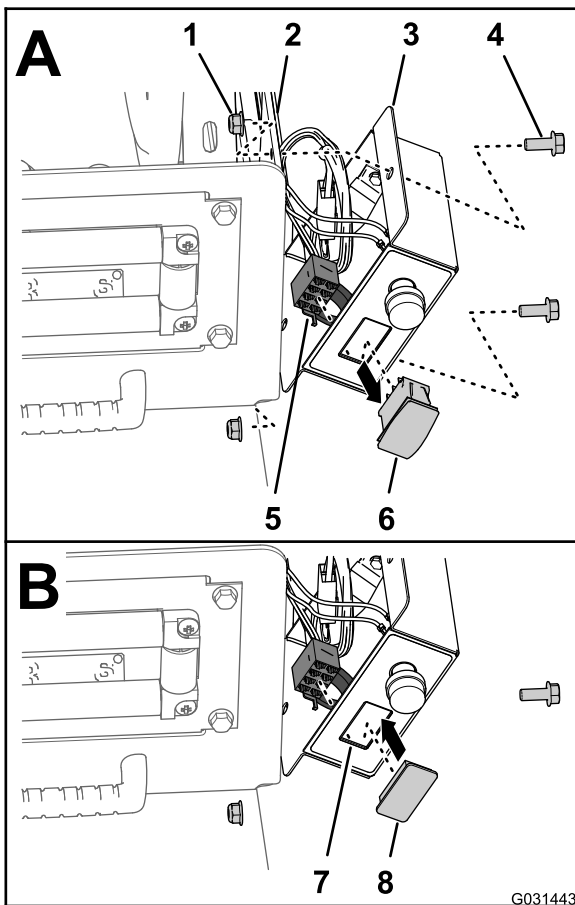

Figura 7
- Retire los 2 pernos (5/16" x 3/4") y las 2 contratuercas (5/16") que sujetan la caja de control a la placa de montaje del carrete (Figura 7).
- Desconecte el conector hembra de 8 vías del arnés de la caja de control del interruptor de CONTROL DE PRESIÓN (Figura 7).
- Enrute el conector hembra de 8 vías dentro de la caja de control (Figura 7).
- Apriete las pestañas de retención del interruptor de CONTROL DE PRESIÓN y saque el interruptor de la caja de control (Figura 7).
- Alinee el tapón del interruptor con el orificio de la caja de control de donde retiró el interruptor (Figura 7).
- Inserte el tapón del interruptor en la caja de control hasta que el tapón encaje firmemente en la tapa (Figura 7).
- Alinee la caja de control con la placa de montaje del carrete (Figura 7), y sujete la caja a la placa con 2 pernos (5/16" x 3/4") y 2 contratuercas (5/16").